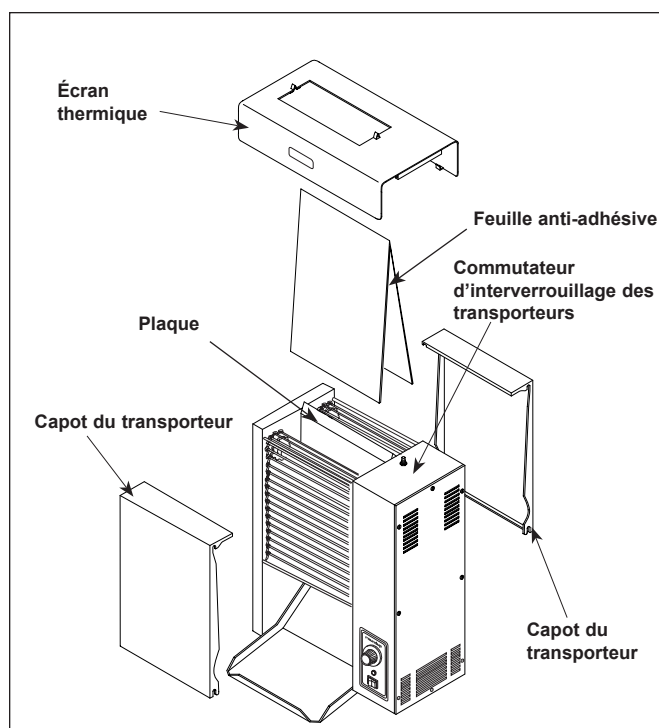

Figure 4. Installation de la feuille anti-adhésive
- Sachet en plastique contenant la feuille anti-adhésive (Figure 4)
6. Installez la feuille anti-adhésive en enveloppant les deux côtés de la surface du cylindre. Le pli doit être centré juste au-dessus du cylindre (Figure 4).
7. Réinstallez les capots des transporteurs avant et arrière (Figure 4).
8. Installez l'écran thermique de sorte que ses clips s'enclenchent sur le dessus du cylindre et maintiennent en place la feuille anti-adhésive (Figure 4).
IMPORTANT : Assurez-vous que l'écran thermique active l'interrupteur d'interverrouillage des transporteurs (Figure 4). Les transporteurs ne tournent pas sans l'écran thermique et l'activation de leur commutateur d'interverrouillage (position enfoncée).
Un interrupteur d'interverrouillage de sécurité des transporteurs se situe sur le dessus de l'appareil, sous l'écran thermique (Figure 4). Les transporteurs ne tournent pas sans l'écran thermique en place et l'activation de leur interrupteur d'interverrouillage de sécurité.
5. Réinstallez les capots des transporteurs avant et arrière (Figure 4). Passez un torchon propre humecté de désinfectant sur l'extérieur des chaînes du tapis du transporteur.
6. Installez les capots des transporteurs avant et arrière (Figure 4) et mettez l'appareil en marche. Comptez jusqu'à 10, puis éteignez le grille-pain. Retirez une fois encore les capots des transporteurs avant et arrière et passez le torchon sur la nouvelle section exposée des chaînes du tapis du transporteur. Remettez les capots avant et arrière du transporteurs en place.
2. Retirez l'écran thermique, les capots des transporteurs avant et arrière et la feuille anti-adhésive (Figure 4).